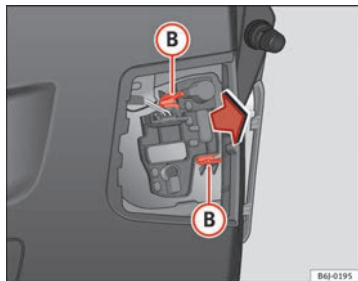

Abb. 172 Lampenträger ausbauen
- Ziehen Sie den Lampenträger durch Drücken der Halteclips (B) ⇒ Abb. 172 heraus.